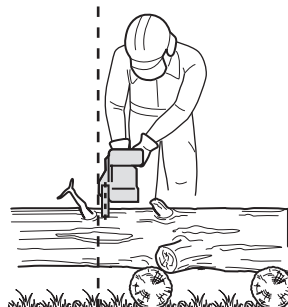

Fig. 20
4. Utilice siempre el producto en una postura segura. Sostenga el producto en el lado derecho de su cuerpo (Fig. 20).